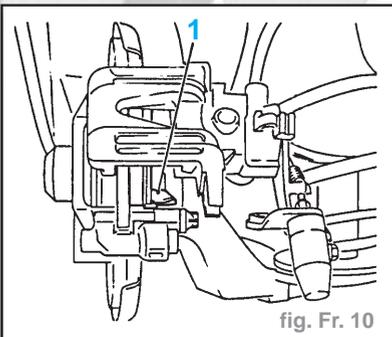

fig. Fr. 10
- Faire basculer par le haut l'étrier de frein et introduire les garnitures de frein dans le plateau-support de frein, la garniture de frein avec l'indicateur d'usure (1) doit reposer sur sa face interne. Faire basculer l'étrier de frein par le bas (fig. Fr. 10).